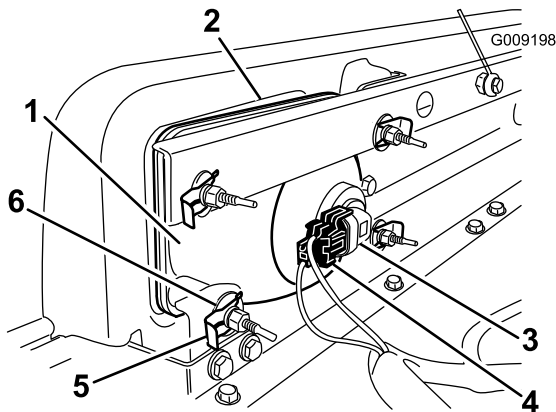

Figura 40
1. Desligue o conector eléctrico para a cablagem do conector do conjunto da lâmpada (Figura 40).
2. Retire os clips rápidos e as anilhas que fixam o farol a respectivo suporte (Figura 40).
3. Retire o conjunto do farol movendo-o para a frente através da abertura no pára-choques dianteiro (Figura 40).
4. Instale o novo farol através da abertura no pára-choques (Figura 40). Garanta que os pólos de ajuste estão alinhados com os furos no suporte de montagem atrás do pára-choques.
6. Ligue o conector eléctrico para a cablagem ao conector do conjunto da lâmpada (Figura 40).